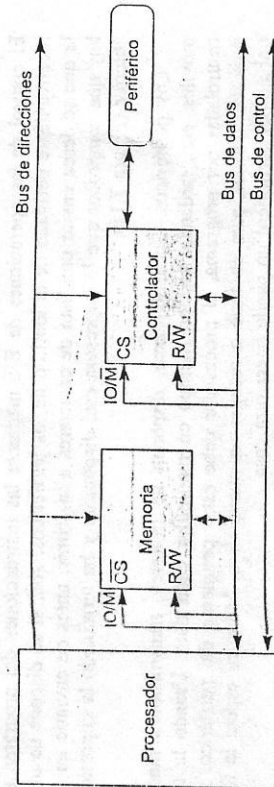

Figura 7.7. El procesador maneja un Mapa de E/S independiente, que es discriminado a nivel hardware mediante la activación de la señal IO/M = 1.
En la Figura 7.7 se muestra el esquema de un sistema computador que dispone de Mapa de E/S independiente. La señal IO/M discrimina los accesos entre los dos mapas, controlando la activación de la pinta de Selección de Chip (CS) de los dispositivos de memoria y de los controladores de E/S.